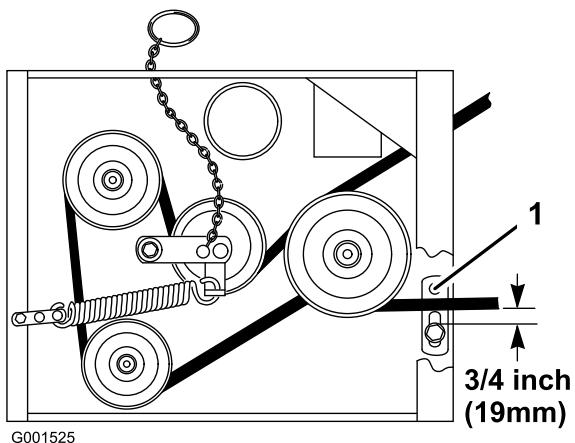

Figure 55
8. Vérifiez que le guide de courroie sous le bâti du moteur est réglé correctement (Figure 55).
Remarque: Le guide de courroie et la courroie du tablier de coupe doivent être espacés de 19 mm (3/4") quand la courroie est engagée (Figure 55). Réglez la courroie du tablier de coupe au besoin. La courroie désengagée ne doit pas traîner ni tomber de la poulie quand les guides et la tension de la courroie sont réglés correctement.